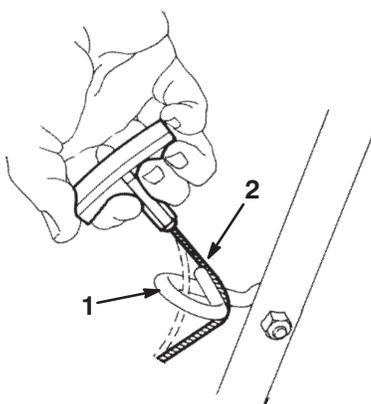

**Figure 2**
1. Desserrer les boutons de réglage de hauteur du mancheron, et rabattre le mancheron inférieur vers l'arrière jusqu'à ce qu'il s'engage dans une des positions de réglage de hauteur comme illustré à la figure 2, page 9. Pour régler la hauteur du mancheron, suivre les instructions de *Réglage de la hauteur du mancheron*, page 9.
3. Monter le mancheron supérieur sur le mancheron inférieur à l'aide des boulons à tête ovale et des boutons, comme illustré à la figure 2. **Serrer solidement les boutons.**
La hauteur du mancheron peut être réglée dans trois positions: haute, moyenne et basse (Fig. 2). Choisir la position la plus confortable pour l'utilisateur.